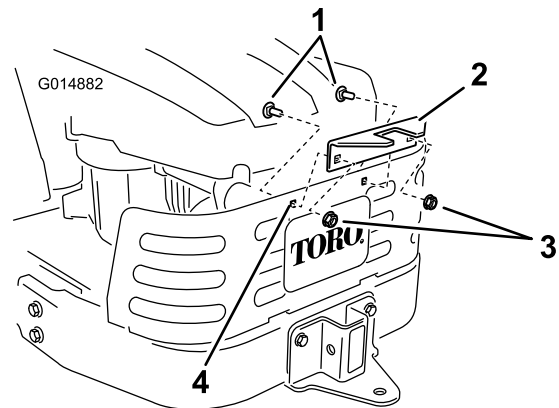

Figura 12
4. Instale el bastidor del ensacador en el soporte. Sujete el bastidor del ensacador con un pasador (1/2 x 2-1/4 pulgadas) y una chaveta (Figura 12).